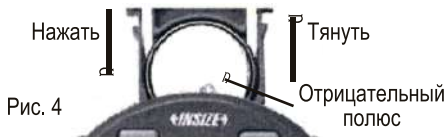

Рис. 4
3. Установите и извлеките батарейку (Cr2032), отрицательная сторона батарейки должна быть обращена наружу (рис. 4).